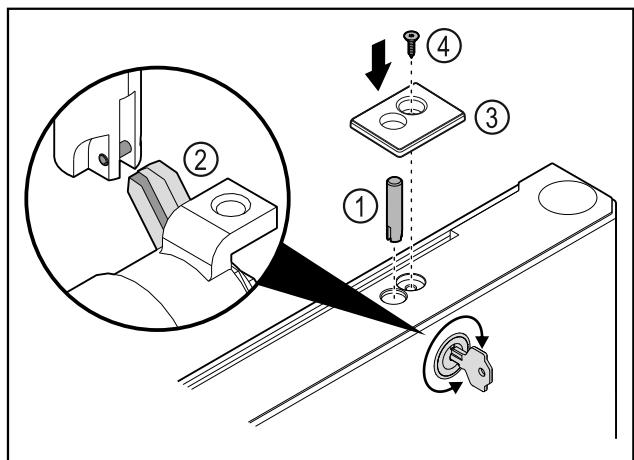

Fig. 42
- ▶ 插入锁销 Fig. 42 (1)。
- ▶ 轻轻转动锁，让锁销 Fig. 42 (2)卡入到锁的槽口中。
- ▶ 装入盖板 Fig. 42 (3)。
- ▶ 插入螺栓 Fig. 42 (4)。